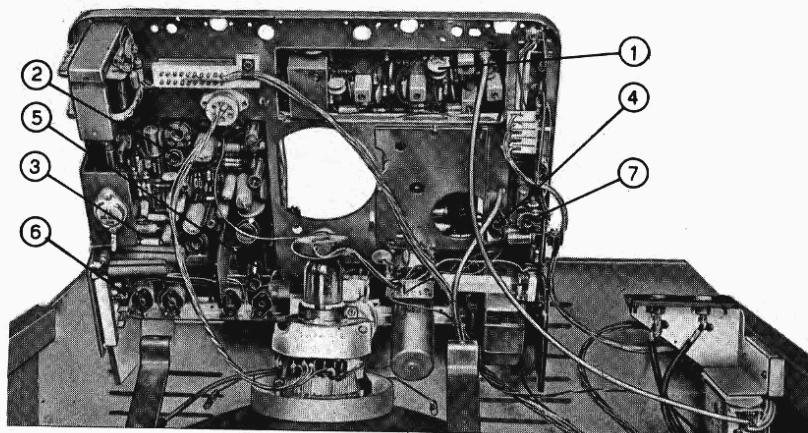

Fig. 8 - Vista superiore telaio
- b) Portare in frequenza il quadro agendo sulla bobina dell'oscillatore a 15.625 Hz (bobina L 502 - fig. 8).
Sintonizzare il televisore, con una corretta proporzione tra luminosità e contrasto, sul monoscopia RAI ed agire per la migliore focalizzazione dell'immagine sul potenziometro R 739 (fig. 8).